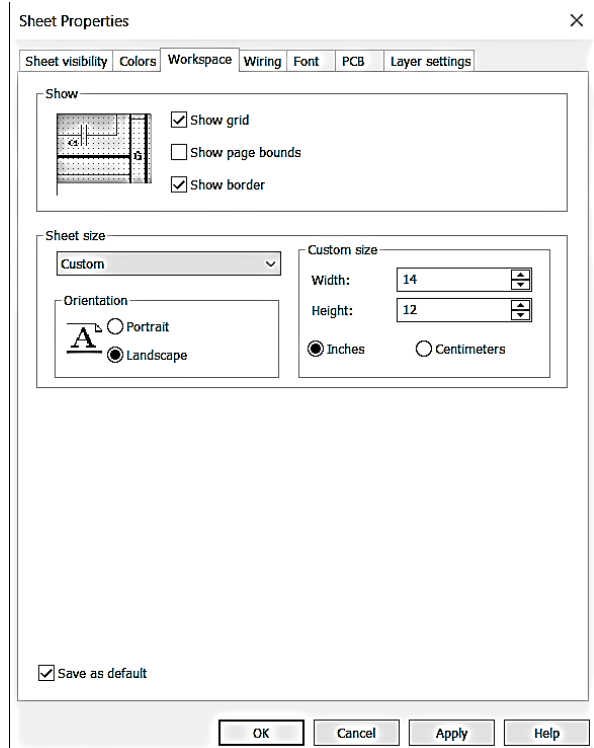

Рисунок 2 – Включение
- На вкладке Workspace (рис. 2) отметить опцию Show grid (Показать сетку), которая будет полезна при размещении компонентов.